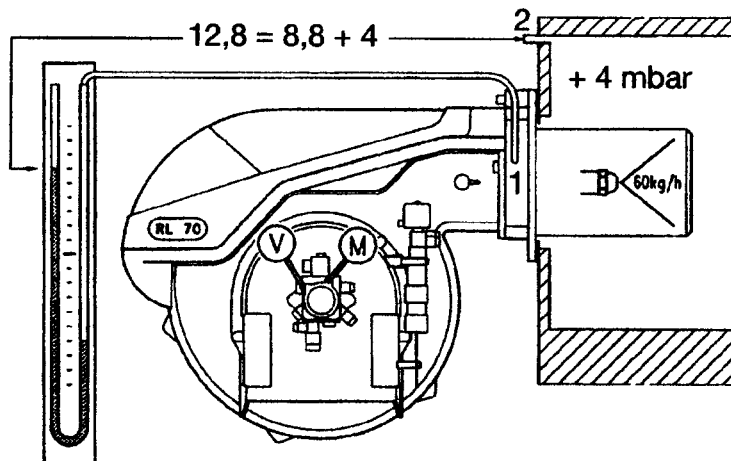

Рис. 21
Давление воздуха в приемном отверстии (1) (Рис. 21) должно соответствовать давлению, указанному в таблице (Рис. 21) плюс повышенное давление в камере сгорания, замеренное в приемном отверстии (2) (Рис. 21).